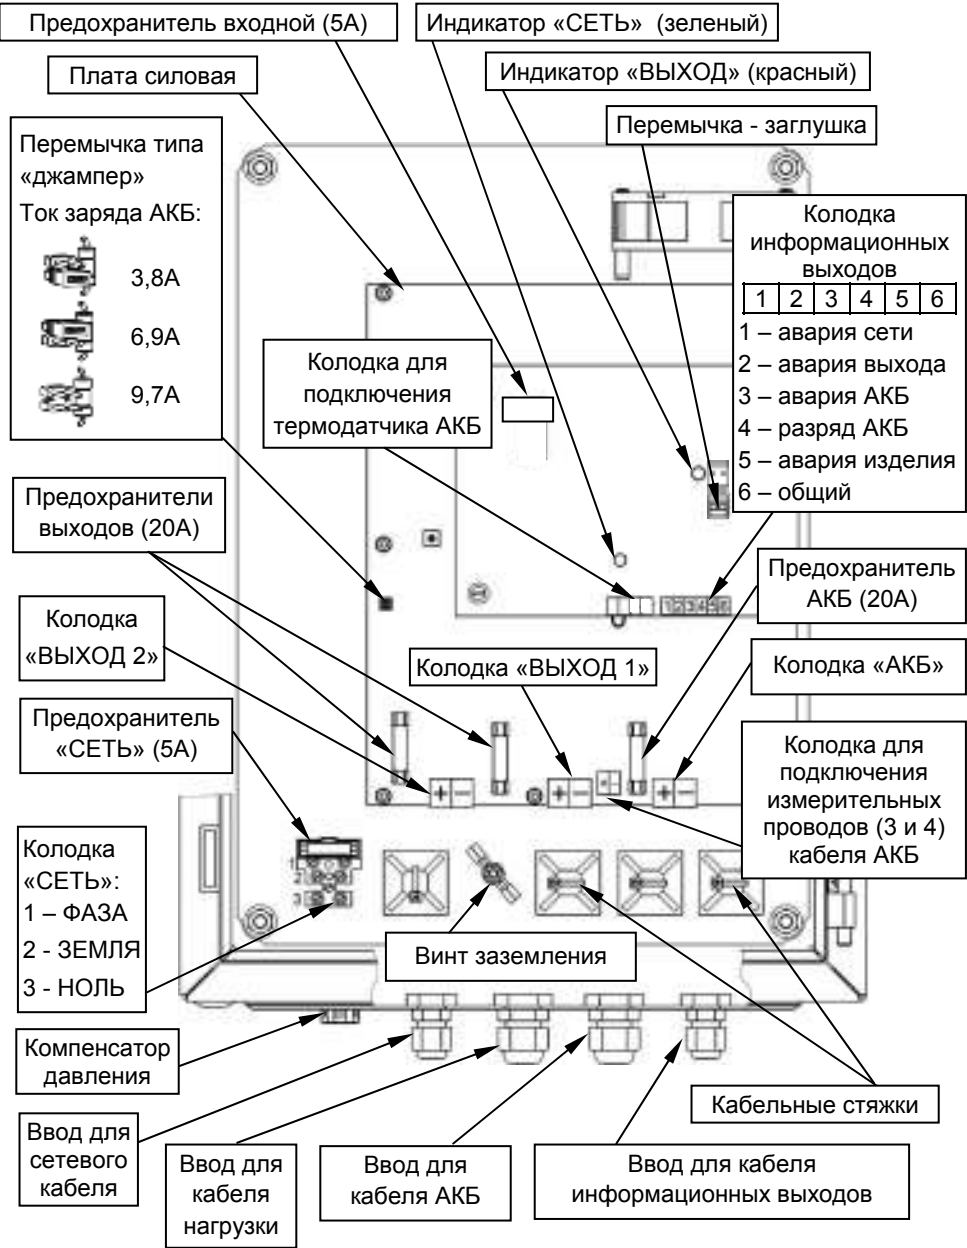

Рисунок 2 - вид изделия с открытой дверцей
Подвод проводов сетевого питания, выходной нагрузки и АКБ осуществляется через герметичные кабельные вводы, установленные на нижней стенке корпуса (см. рисунок 2). При открытой дверце осуществляется доступ к печатным платам изделия и расположенным на них предохранителям, перемычкам, клеммным колодкам и индикаторам «СЕТЬ» (зеленого цвета) и «ВЫХОД» (красного цвета).
Изделие обеспечивает ограничение тока заряда АКБ. Выбор одного из трех значений ограничения тока заряда АКБ осуществляется установкой/удалением соответствующей перемычки типа «джампер» (см. рисунок 2) в соответствии с рекомендациями таблицы 2.
Схемой источника предусмотрен разъем, контакты которого замкнуты предустановленной перемычкой-заглушкой (заводская установка). Разъем расположен на плате управления (см. рисунок 2) и предназначен для подключения внешнего управляющего контакта «ВЫХОД» (например: контакт внешнего реле, кнопки или тумблера).
Подключение внешних цепей к изделию в соответствии с назначением клемм подключения (см рисунок 2) следует выполнять в следующей последовательности:
- провод заземления подключить к клемме 2 (ЗЕМЛЯ) на колодке «СЕТЬ» (см. рисунок 2).
- установить перемычками требуемое значение ограничения тока заряда АКБ (см. рисунок 2 и таблицу 2);
- проверить наличие и исправность предохранителей, расположенных на плате силовой и плате управления (см. рисунок 2);
- подключить с соблюдением полярности к клеммам колодки «НАГРУЗКА» кабель питания нагрузки (см. рисунок 2).